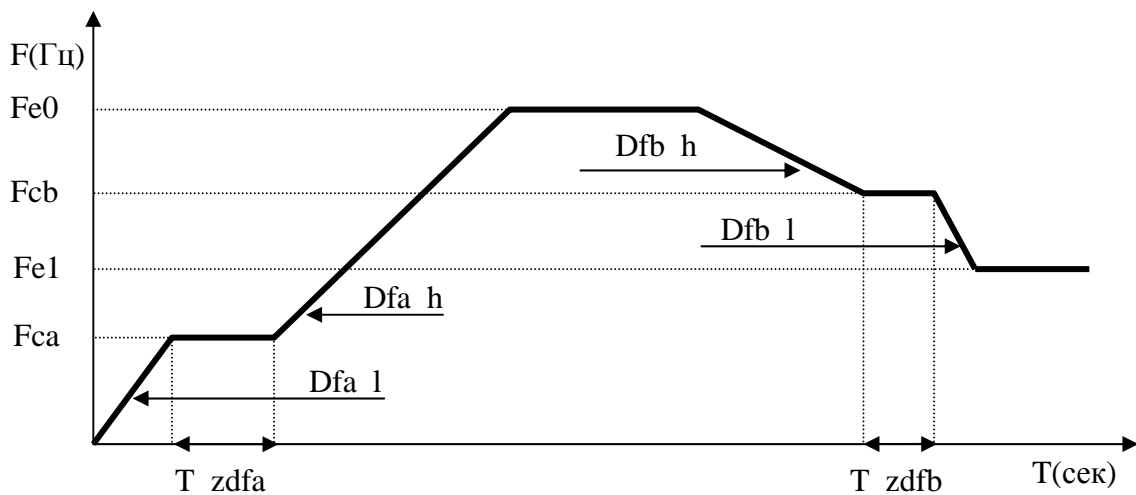

Рис. 5. Диаграмма работы БУАД-7-10 в одном из направлений вращения.
- **1** – частота изменяется до величины  $Fe$  по стандартной диаграмме (**рис. 5, 6, 7**), выходное напряжение остается постоянным:  $PWM = PWM0$ . С помощью данного тестового режима удобно снимать характеристику  $M = f(Fp, PWM = const)$ , т.е. момент двигателя как функцию от частоты при постоянном выходном напряжении.
- **2** – частота изменяется до величины  $Fe$  по стандартной диаграмме (**рис. 5, 6, 7**), выходное напряжение при этом остается постоянным:  $PWM = PWM0$ , затем выходное напряжение начинает постепенно расти до значения  $PWM = PWM1$  или до возникновения ошибки по току, при этом на индикаторе отображается  $PWM$ . Происходит приращение  $PWM$  на  $dw\_test$  каждые 50мс. С помощью данного тестового режима удобно снимать кривую максимального выходного относительного напряжения, при котором отсутствуют еще ошибки по току, в зависимости от фазной частоты  $PWM = f(Fp)$ .
3.9.2.1. При подаче логического сигнала одного из направлений вращения ( $ОД, ЗД = 0, 1$  или  $1, 0$ ), выходная частота *Устройства* начинает изменяться со скоростью  $Dfa\_l$  (**рис. 5**). Частота  $Fe=Fe0$ , которая в результате должна быть достигнута, определяется по таблице параметров в соответствии с двоичным кодом, задаваемым входными логическими сигналами  $Ч1, Ч0$ .